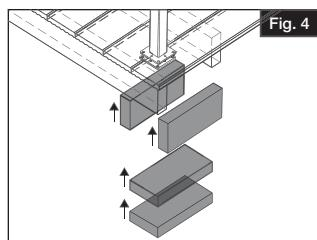

Fig. 4
- Debajo de los lugares donde se instalarán los postes, instalar al menos tres bloques de 2"x8" utilizando al menos tres tornillos de plataforma #10 de 3 1/2" que penetran por las viguetas a una profundidad mínima de 1 1/2" en los bloques (se venden por separado) (Fig. 4 y 5)